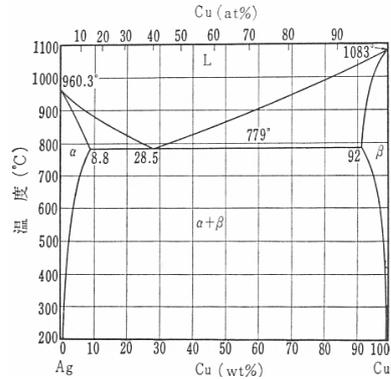

図11 Ag-Cu系平衡状態図
- (1) 図(a)の白色部は初晶 $\alpha$ 相である。現在、温度が779°C直下であると仮定する。この材料に含まれるCu量はどのような範囲にあるか。図11を参照して答えなさい。
- (2) 室温での微視組織が図(b)に示す様相であった。この合金に含まれるCuの量を図11を参照して答えなさい。